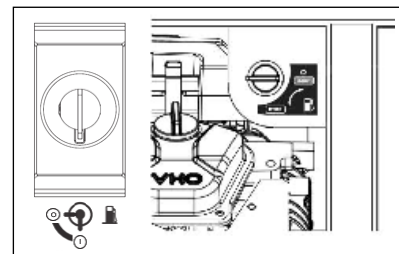

Рис. 16
- Поверните топливный кран в положение «ОТКРЫТО» (Рис. 16).